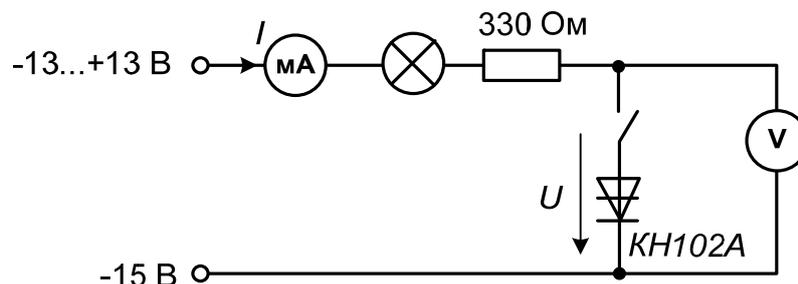

Рис. 3.5. Принципиальная схема исследования динистора
1. Соберите цепь для регистрации вольтамперной характеристики динистора согласно принципиальной схеме (рис. 3.5).